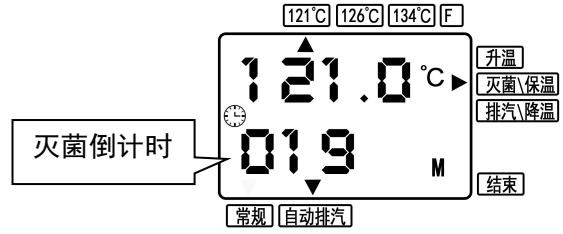

图 16
- (2) 锅内温度升至灭菌温度后，处于灭菌过程状态，并进入灭菌倒计时界面（图 16）。